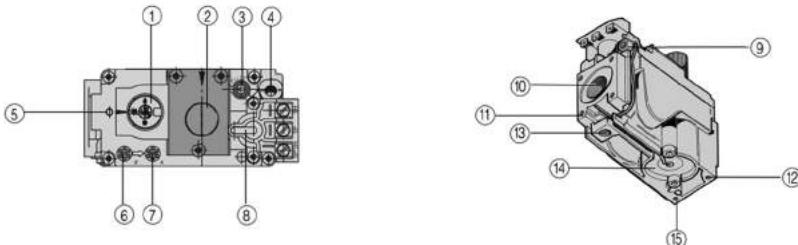

Рис. 7.
**Для котлов мощностью от 7,5 до 40 кВт с газогорелочным устройством на основе итальянской автоматики «820 Nova» и инжекционной горелки Polidoro (см. рис. 7)**